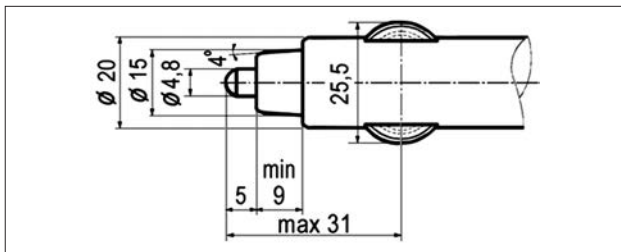

Рис. 18. Вилка для подключения дополнительного электрооборудования
2. Если вилка (разъем) электрического прибора слишком свободно или слишком плотно размещается в розетке, это может привести к плохому контакту или заклиниванию вилки (разъема). Используйте электрические приборы только с вилками (разъемами), указанными на рис. 18, или с соединительными элементами, пригодными для использования с разъемами стандарта SAE.